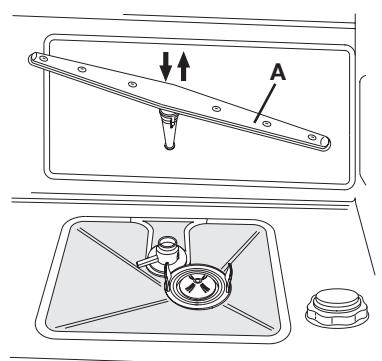

Fig. 6-03
- Pour enlever le bras de lavage inférieur (voir fig. 6-03) il faut tout simplement le soulever vers le haut, en tirant au milieu (voir fig. 6-03). Remontez ensuite le bras de lavage sur son siège et appuyez légèrement vers le bas jusqu'au clic (voir fig. 6-03).
Une fois le nettoyage exécuté, remonter le bras de lavage orbital en le positionnant dans son siège et en exerçant une légère pression, de façon à l'encastrer sur le bras de lavage inférieur (voir fig. 6-03). Ensuite, remonter le bras de lavage inférieur en le positionnant dans son siège et en exerçant une légère pression vers le bas, de façon à l'encastrer (voir fig. 6-03).